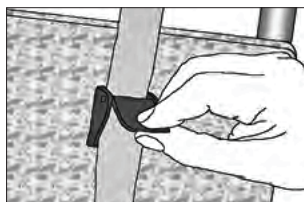

Figure 4
4. Attachez les sangles inférieures au dossier au moyen de vis ou boulons appropriés (non inclus). Fig. 4.